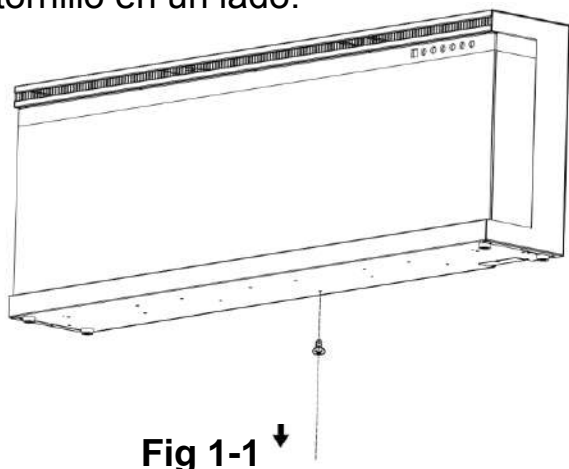

Fig 1-1 ↓
**A.** Retire el tornillo plateado de la parte inferior del dispositivo. (Fig. 1-1). Coloque el tornillo en un lado.